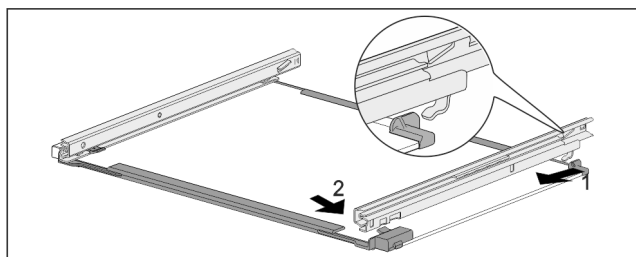

Fig. 245 Lasihylly kiskoilla
- ▶ Aseta kisko paikalleen takaa. Fig. 245 (1)
- ▶ Aseta kisko paikalleen edestä. Fig. 245 (2)